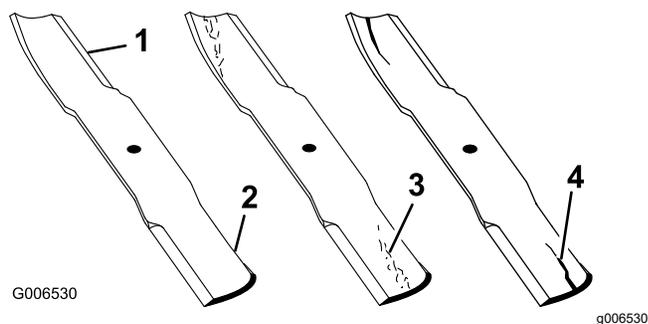

Рисунок 73
1. Перевірте ріжучі кромки (Рисунок 73).
4. Якщо у цій зоні було помічено тріщини, сліди зношування або утворення канавок, негайно встановіть новий ніж (Рисунок 73).